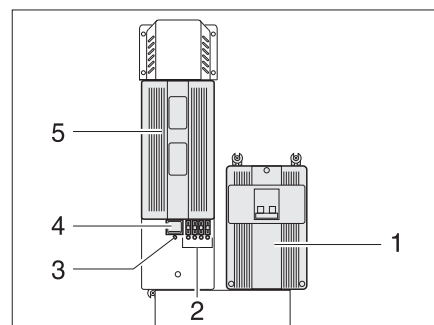
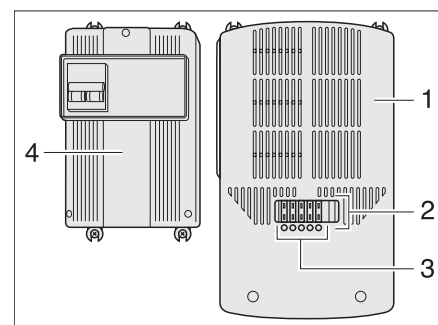

Bild 84 Netzgerät (Typ I)
Bild 85 Netzgerät (Typ II)
Das Netzgerät (Bild 84,5 bzw. Bild 85,1) ist neben dem 230-V-Sicherungsautomaten (Bild 84,1 bzw. Bild 85,4) montiert.
In das Netzgerät sind ein Hauptschalter (Bild 84,4) (nur Typ I), mehrere Sicherungen (Bild 84,2 bzw. Bild 85,2) und ein Überlastungsschutz integriert. Eine defekte Sicherung oder ein Kurzschluss im Stromkreis wird durch eine rot aufleuchtende LED unterhalb der Sicherung (Bild 84,2 bzw. Bild 85,3) signalisiert.
- Den Hauptschalter (Bild 84,4) unten drücken: Stellung "ON". Die grüne LED (Bild 84,3) leuchtet, wenn eine 230-V-Spannung anliegt.
- Den Hauptschalter (Bild 84,4) zunächst oben drücken: Stellung "OFF".